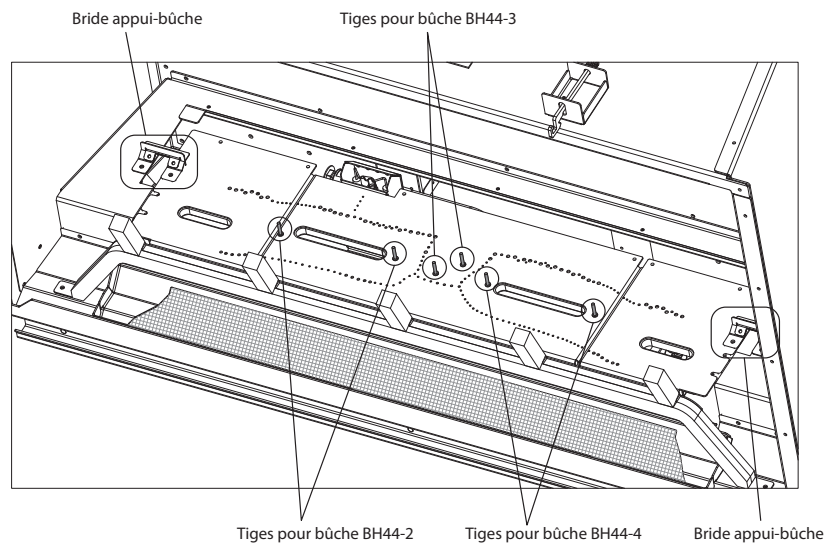
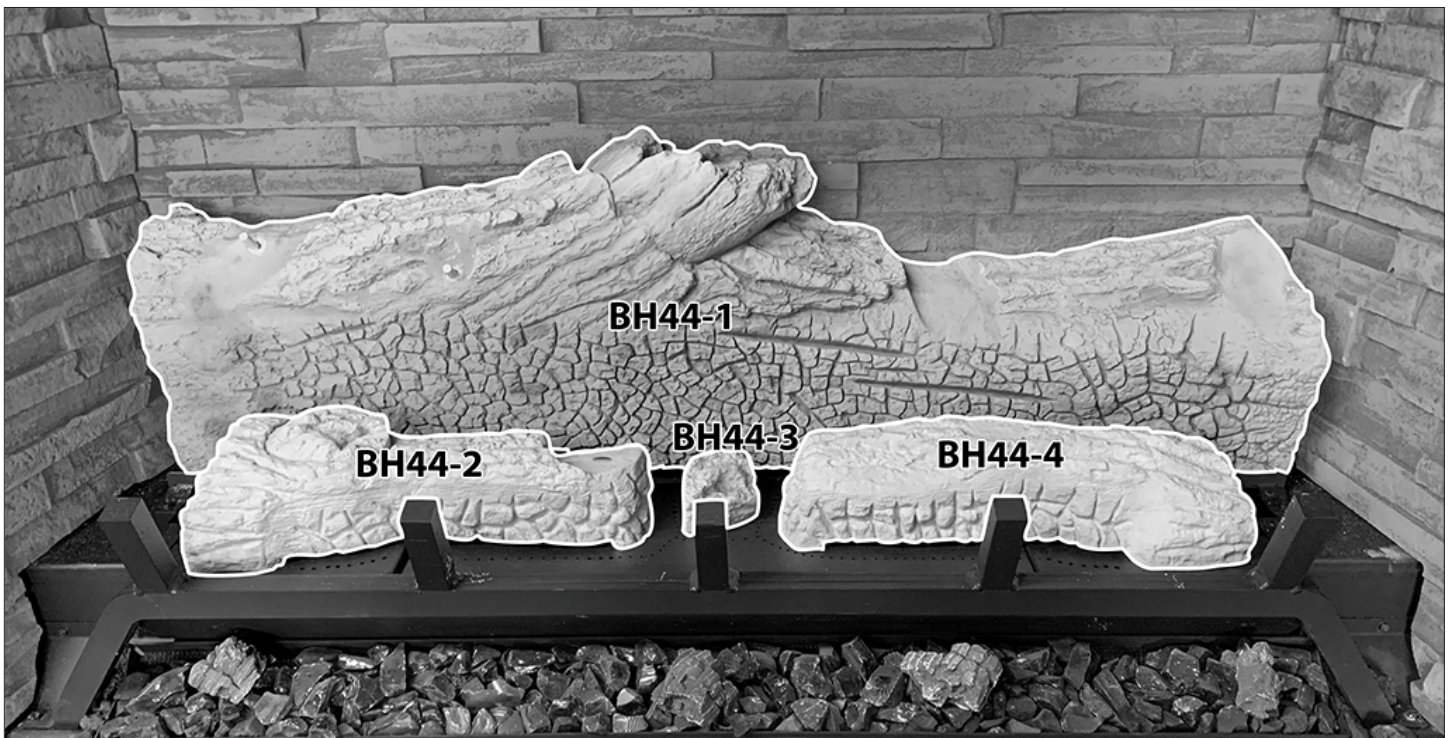

Figure 8.6, Emplacement des tiges de position du brûleur et des brides appui-bûche
Figure 8.7, Bûches de base
1. Avec les deux mains, placez la bûche BH44-1 à l'arrière du foyer, tel que montré à la Figure 8.7. Glissez la bûche en l'avancant jusqu'à ce qu'elle appuie sur la bride appui-bûche (Fig. 8.6).
2. Alignez les trous au bas des bûches BH44-2, BH44-3, et BH44-4 avec les tiges de position correspondantes situées sur le brûleur. Voir la Figure 8.6 pour l'emplacement des tiges de position du brûleur.
3. Fixez en place les bûches BH44-2 à BH44-7, tel que montré à la Figure 8.7.
4. Placez les panneaux de braises gauche et droit sur leurs côtés respectifs de la bûche BH44-5, tel que montré à la Figure 8.7. Le panneau de braises droit
Utilisez les Figures 8.7, 8.8 et 8.9 comme guide, en suivant les instructions de positionnement des bûches.